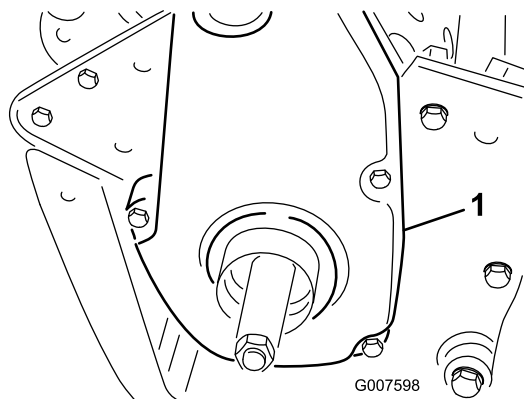

Figura 44
6. Retire la cubierta de la correa trasera del lado derecho de la máquina (Figura 44).